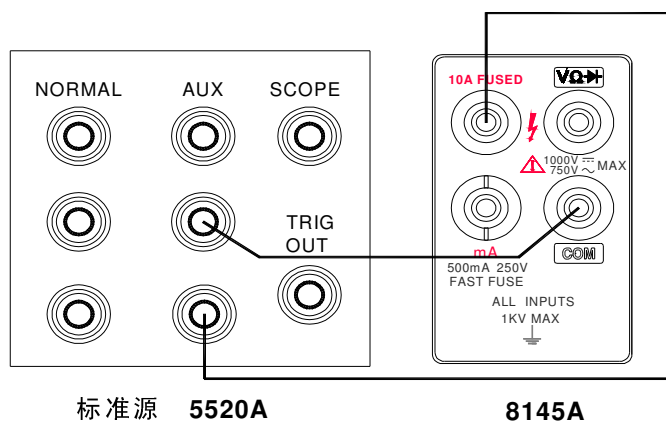

图 5—3
- (1) 使标准设备处于‘STBY’状态，按下 8145A 的  键，仪表进入直流电流校准状态。
- (2) 按图 5—3 所示连接仪表和标准设备。